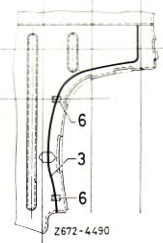

Bild 67-1/8
6. Elektrische Leitungen von der Heckscheibe hinten auf der Heckwand verlegen, mit den Teilen Pos. 6 bis 8 befestigen und am Kabelverbinder (4) anklemmen (Bild 67-1/7 bzw. 8).